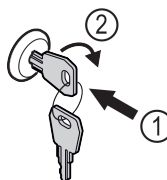

Fig. 132
- ▶ Πιέστε μέσα το κλειδί Fig. 132 (1).
- ▶ Περιστρέψτε το κλειδί 90° δεξιόστροφα Fig. 132 (2).